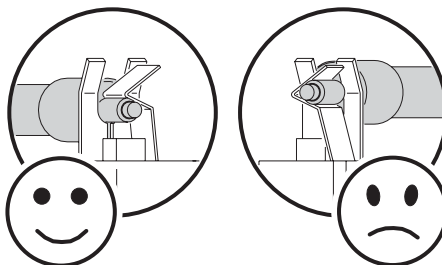

Bild 4: Haltefedern der Fassung
- Die Anschlüsse des Leuchtmittels müssen unterhalb der V-förmigen Haltefeder liegen (Bild 4).